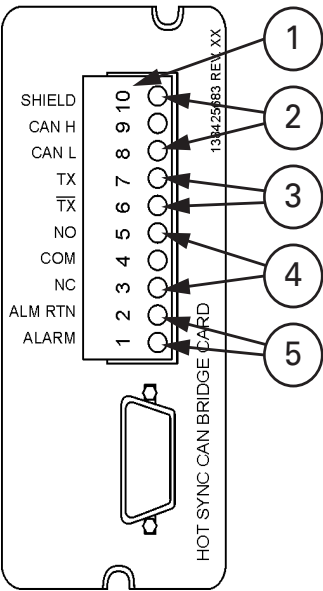
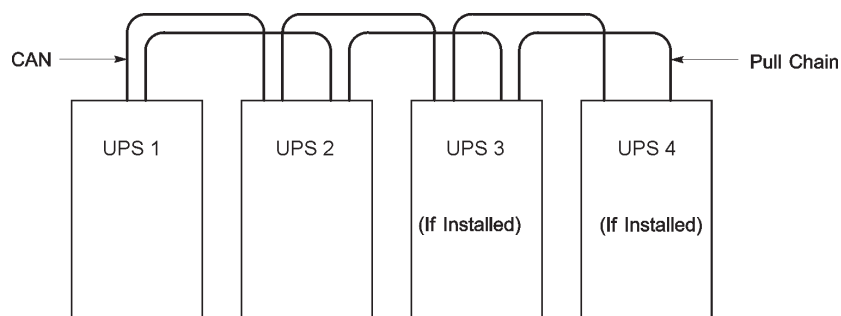
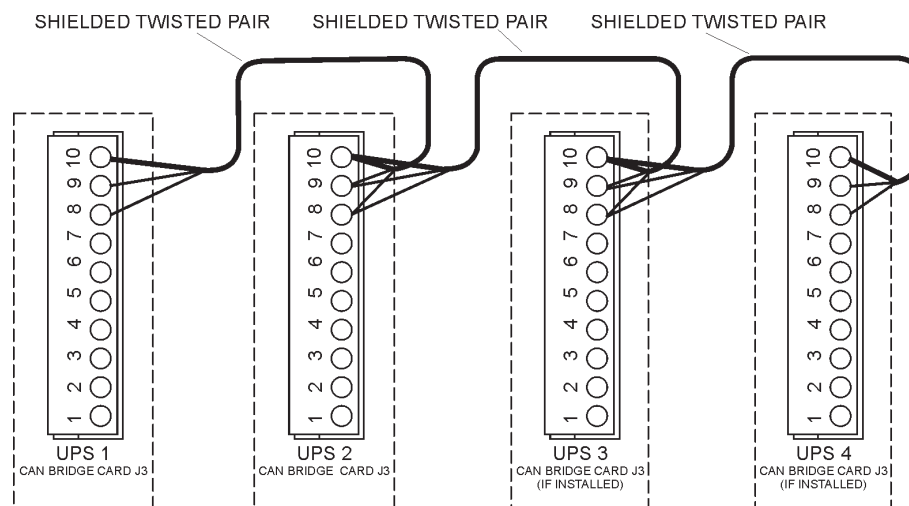

Рис. 5-2. Подключения карты Hot Sync CAN Bridge
Рис. 5-3. Установка упрощенной интерфейсной проводки Pull-Chain и CAN системы с распределенным байпасом
Рис. 5-4. Подключение CAN системы с распределенным байпасом ИБП без использования MOV
- Расположение соответствующих клемм на карте HotSync CAN Bridge см. на Рис. 5-2 и в Табл. 5-1 на стр. 59.
7. Проложите и установите проводку CAN между шкафами ИБП. Расположение клемм карты HotSync CAN Bridge см. на Рис. 5-2 и в Табл. 5-1 на стр. 59, а информацию по подключению проводки на Рис. 5-3, Рис. 5-4 и в Табл. 5-2 на стр. 62.